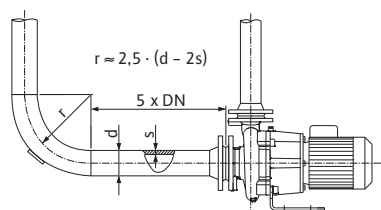

Fig.3: Vyrovnávací trasa pred a za čerpadlom
- Sedimentačná sekcia pred čerpadlom a za čerpadlom musí byť vyhotovená vo forme rovnej rúrky. Dĺžka tejto sedimentačnej sekcie by mala byť aspoň 5 x DN príruby čerpadla (pozri Fig. 3). Toto opatrenie slúži na zabránenie kavitácii toku.